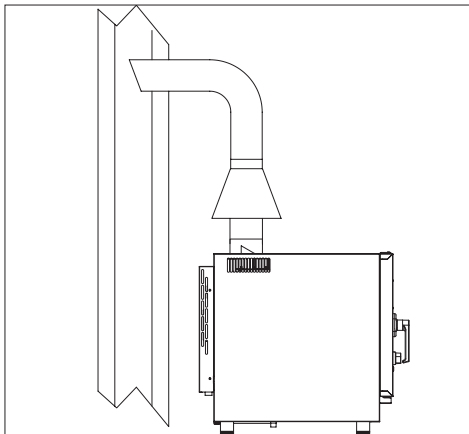

fig. 12
- Mediante ligação com uma conduta natural, como uma chaminé com tiragem natural com eficiência segura para evacuar os produtos da combustão directamente ao ar livre (fig. 12). O prosseguimento para fora ou para uma chaminé é feito mediante o transportador. Esta operação deve garantir que a evacuação dos fumos não seja atrapalhada por obstruções e/ou pelo comprimento excessivo do tubo de descarga (no máximo 3 m).